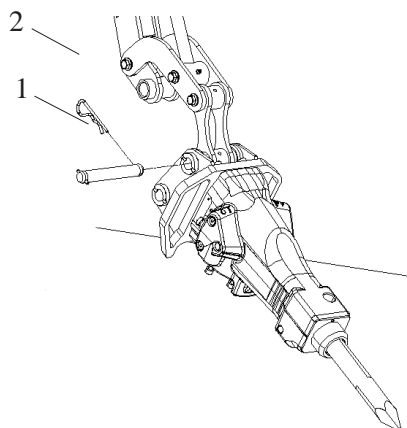
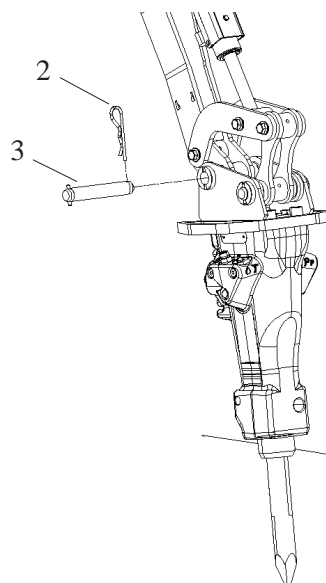

Bild 2
Bild 3
- Manövrera länken in i övre hålets styrning. Lyft upp redskapet något och slå in axel (1). Se bild 2.
- Lås axeln med låssprint (2).
- Lyft upp redskapet så att det blir fritt hängande i luften. Manövrera maskinens arm så att hål i arm 3 passar mot redskapet. Se bild 3.
- Slå in den andra axeln (3) och lås med låssprint (2). Se bild 3.